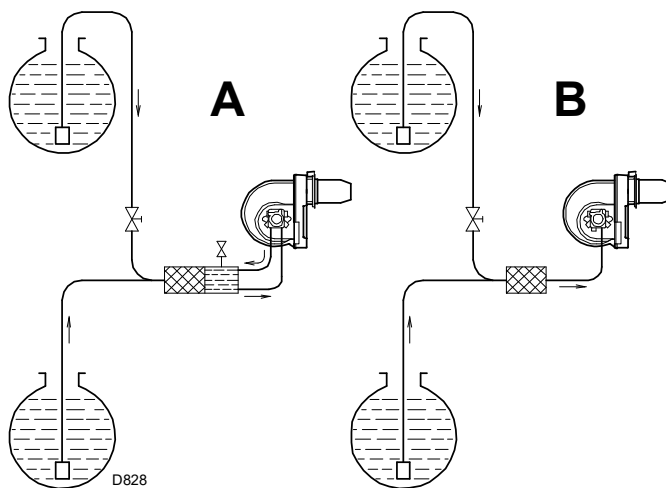

Рис. 15
- Внешний обходной контур насоса (А, Рис. 15) (предпочтительно)
- Внутренний обходной контур насоса (В, Рис. 15)